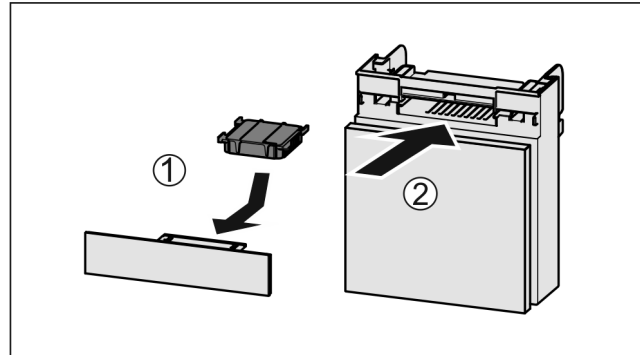

Fig. 43
- ▶ Introduceți Fig. 43 (1) filtrul de cărbune activ după cum se vede în figură.
- ▶ Împingeți Fig. 43 (2) compartimentul în interior.